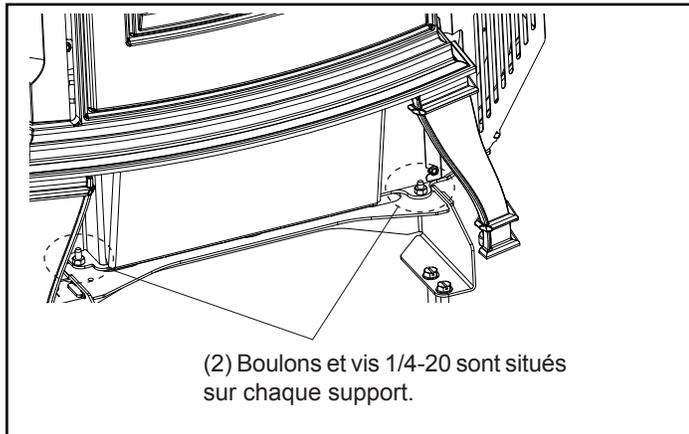

Figure 5.1
Pour libérer le poêle de la palette, vous devez retirer (4) vis et boulons 1/4-20 de chaque support d'expédition à l'aide d'une douille ou d'une clé de 7/16 po. Figure 5.1.